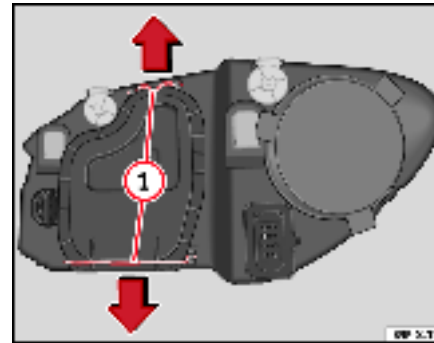

Fig. 184 Feux de croisement
- Déplacez les tirants ⇒ page 271, fig. 184 ① dans le sens de la flèche puis retirez le cache.